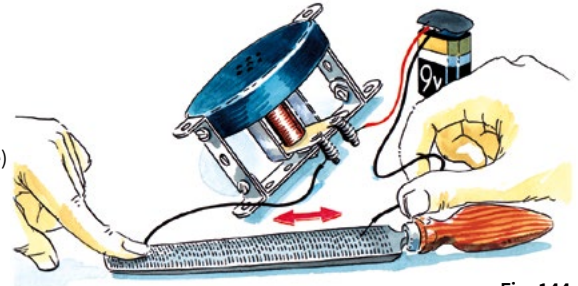

Fig. 144
Nous relierons l'écouteur réalisé à l'expérience précédente à une pile, en passant par une lime (fig. 144). Avec l'extrémité d'un des fils, nous frottons la surface de la lime et nous entendons un murmure dans l'écouteur; celui-ci est causé par les nombreuses interruptions de courant au contact de la lime. Accessoires nécessaires : (143), du fil électrique, une lime et une pile plate.